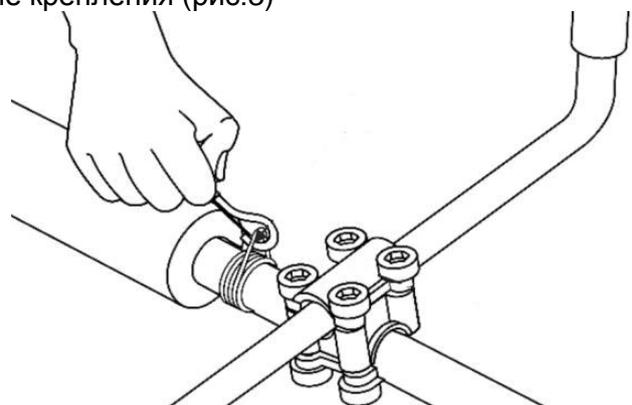

рис.3
- ✓ Прицепите карабин плечевого ремня к петле крепления (рис.3)